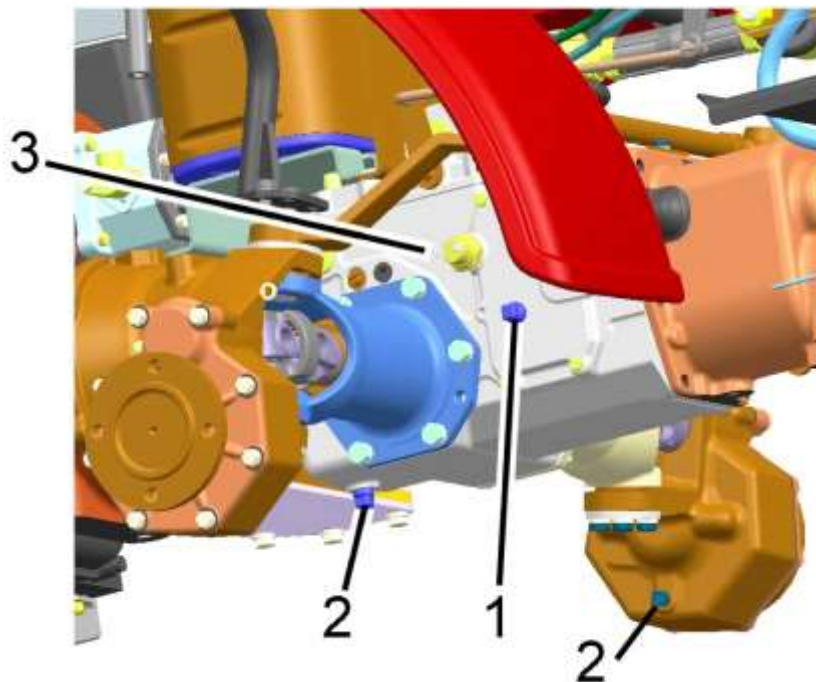

Рисунок 6.4.4 – Проверка уровня масла в корпусе главной передачи ПВМ и КП
Для проверки уровня масла в корпусе главной передачи ПВМ и КП 3 (рисунок 6.4.4) необходимо выполнить следующее:
- отверните сливную пробку 2 (рисунок 6.4.4) и слейте масло в специальную емкость для отработанного масла;